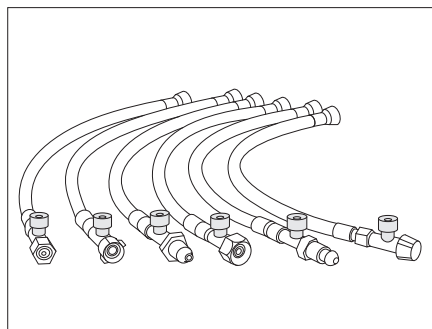

Bild 83 Hochdruckschläuche mit Schlauchbruchsicherung (länderspezifische Varianten)
- Grünen Knopf am Hochdruckschlauch (Bild 83) kräftig drücken.